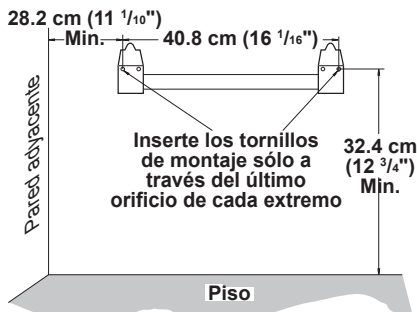

Figura 8 - Distancias mínimas del soporte de montaje
2. Marque la ubicación de los tornillos en la pared (consulte la figura 8).